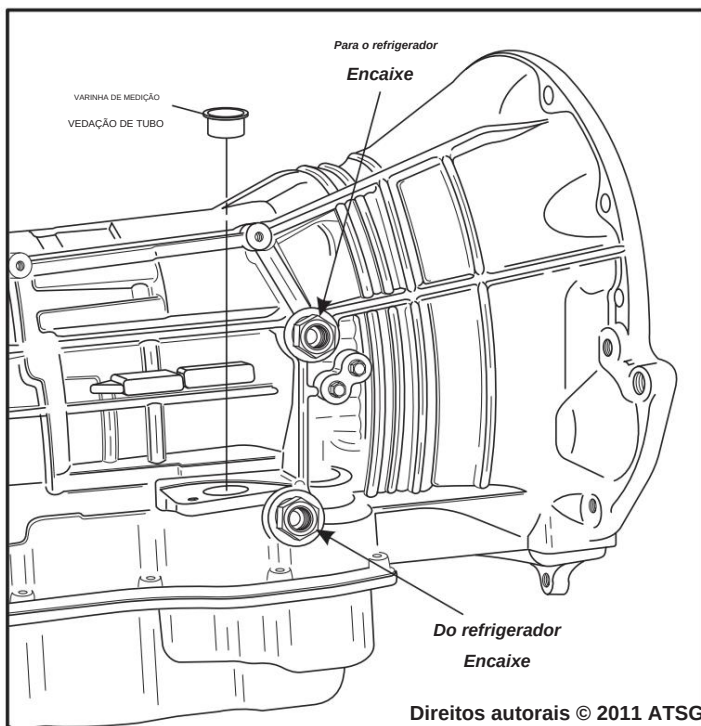

Figura 168
57. Instale uma nova vedação do tubo da vareta no furo da caixa de transmissão, conforme mostrado na Figura 168.
58. Se eles foram removidos, instale ambos os encaixes da linha do resfriador na caixa, conforme mostrado na Figura 168, e aperte com torque de 17,5 N·m (13 ft.lb.).